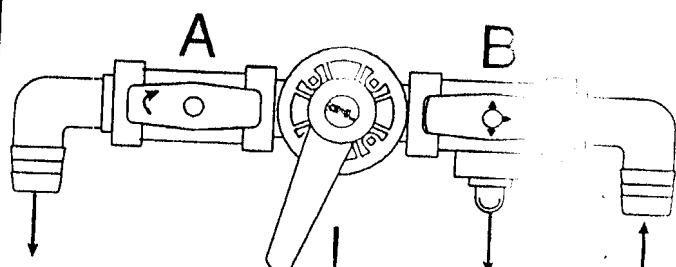

Fig. 5
4. Опорожните установку с помощью рукоятки реверсивного крана на двухходовой сторону двухходового крана (A), оставьте двухходовой кран открытым и установите трехходовой кран (B) как показано на рис.5
5. Вновь наполните установку первой добавки количеством воды, промойте ее чистой водой: поверните реверсивный кран вправо (A), оставьте двухходовой кран открытым и установите трехходовой кран (B) как показано на рис.5